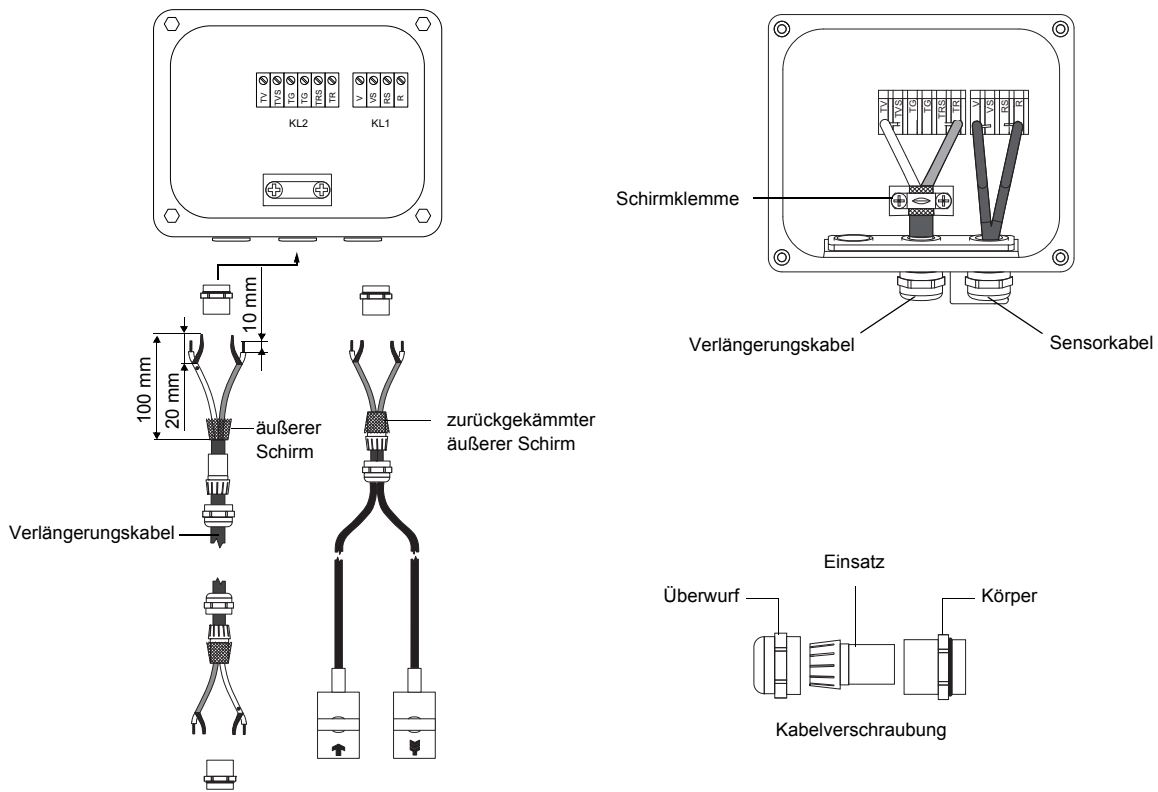

Abb. 7.7: Anschluss des Verlängerungs- und Sensorkabels an das Klemmgehäuse JB01
- Entfernen Sie den Blindstopfen für den Anschluss des Verlängerungskabels (siehe Abb. 7.7).
- Ziehen Sie das Verlängerungskabel so weit zurück, bis der zurückgekämmte äußere Schirm unter der Schirmklemme liegt (siehe Abb. 7.7). Das Verlängerungskabel muss bis zur Schirmklemme vollständig isoliert sein.
- Schließen Sie das Verlängerungskabel an die Klemmen des Klemmgehäuses (siehe Abb. 7.7 und Tab. 7.4).
Für die Klemmenbelegung des Sensorkabels siehe Abb. 7.7 und Tab. 7.5.